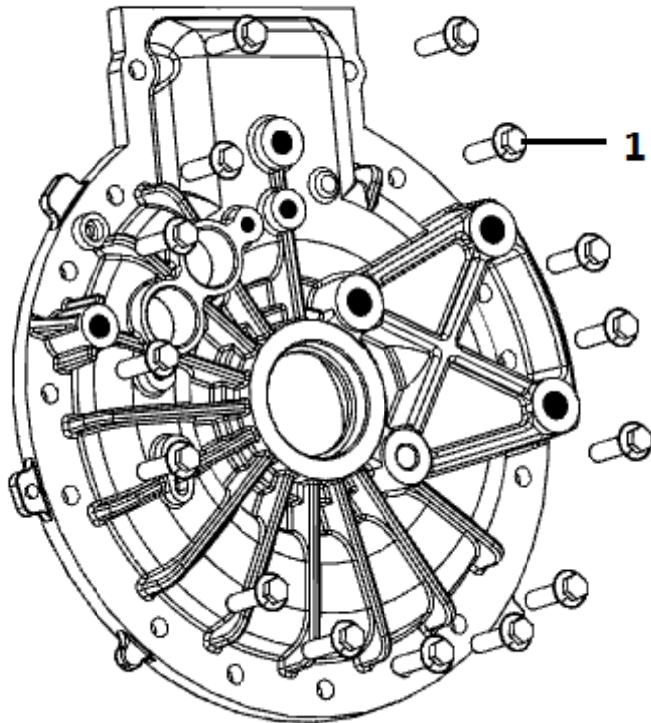

图5
①用扳手将法兰面螺栓扭下。
②用专用工具将端盖从壳体上取下来。由于之前装端盖时在接合面处涂抹了密封胶，在端盖拆下后要对电机内部进行清洁，不得让异物掉入电机内部。
③对电机内部进行维修完毕后，要对端盖进行安装。安装端盖时：先在箱体接合面处涂抹上密封胶，利用定位销对端盖与箱体进行定位，然后用扭力扳手将M8*20法兰面螺栓
(1) 扭紧，力矩25N。（见图5）